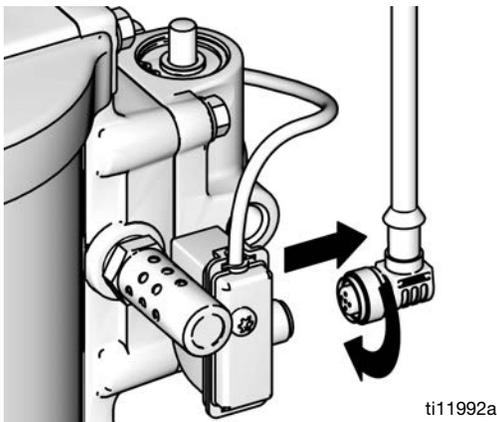

FIG. 10. Desconecte el Datatrak
- Desatornille el cable de la parte trasera del conjunto del interruptor de láminas. Consulte la FIG. 10.